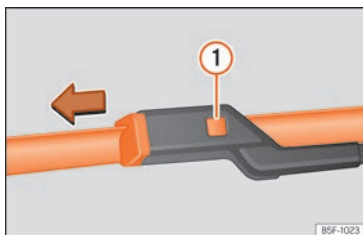

Fig. 81 Remplacement du balai d'essuie-glace avant.
- Appuyez sur le bouton de sécurité ① »» fig. 81.